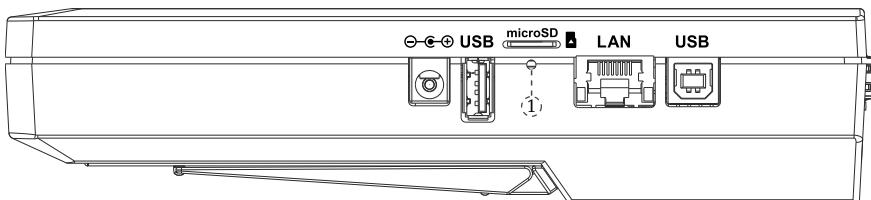

Рис. 3.4. Боковая панель прибора Беркут-ЕТ
3. Подключить блок питания к разъёму питания прибора (см. рис. 3.4), а затем к электрической розетке. После подключения загорается зелёным индикатор «Power» (см. раздел 3.5).